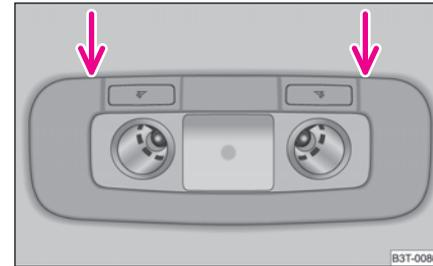

Abb. 229 Dachhimmel-Leuchte hinten
- Setzen Sie einen schmalen Schraubendreher in den Schlitz ein ⇒ Abb. 229 und nehmen Sie die Abdeckung vorsichtig heraus.
- Setzen Sie die Leuchte zuerst auf der den Pfeilen abgewendeten Seite ein ⇒ Abb. 229 und drücken Sie sie hinein bis sie einrastet. ■